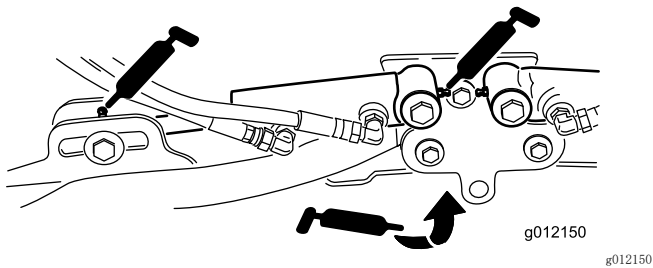

图44
- 滚刀组提升臂油缸 (每个滚刀组 2 个) (图44)
- 提升臂枢轴（每个滚刀组 1 个）（图44）